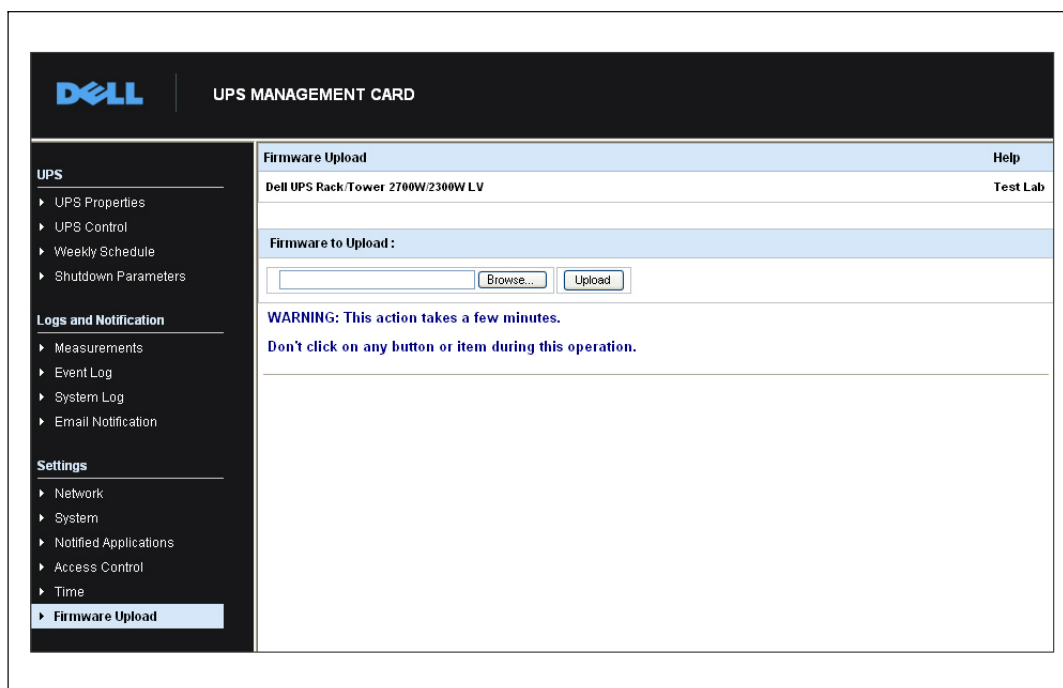

图 46. 固件上载页面
- 2 在菜单栏中单击固件上载以打开“固件上载”页面（参见 图 46）。